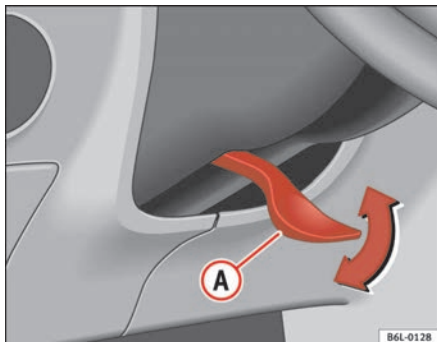

Fig. 97 Ajuste de la posición del volante
- Tire hacia abajo de la palanca **A** ⇒ fig. 97 situada debajo de la columna de dirección ⇒ **!**.